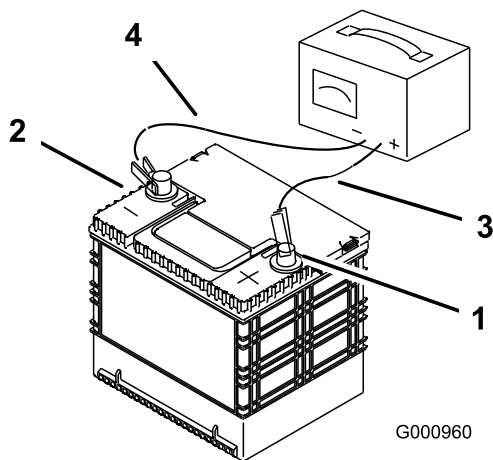

Figura 52
2. Quando la batteria è completamente carica, staccate il caricabatterie dalla presa elettrica e scollegate i cavi di ricarica dai poli della batteria (Figura 52).